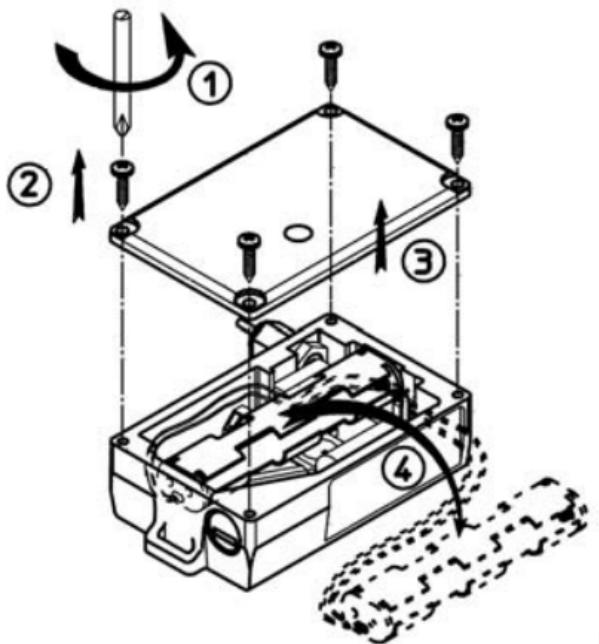

Fig. 3
- a) Aprire la scatola del Modulo svitando le 4 viti (vedi Fig. 3 a pag. 6).